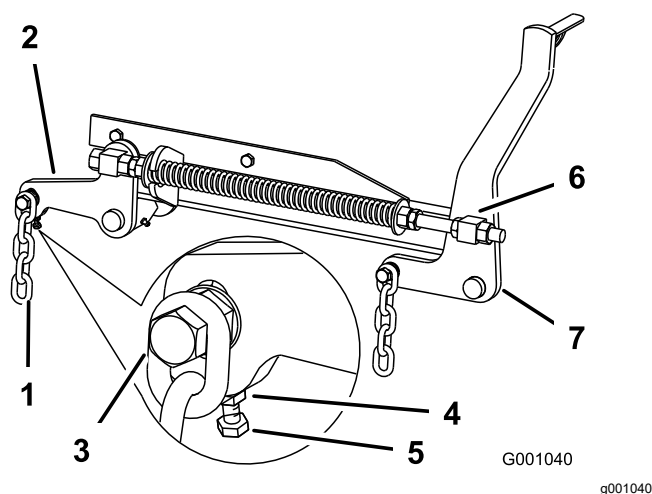

Figura 104
7. Se as medições nas posições **B** ou **C** não estiverem corretas, desaperte o parafuso que fixa a correia traseira ao braço de suporte traseiro (Figura 104).
- Desaperte a porca de retenção debaixo do braço de suporte traseiro e ajuste o parafuso de ajuste para obter uma medição de 80 a 83 mm; consulte Figura 104.
- Desaperte as porcas de retenção das articulações frontais, na dianteira das articulações direita e esquerda, aproximadamente 13 mm (Figura 104).
- Ajuste as porcas de elevação tanto no lado direito como esquerdo da máquina para obter 6 a 10 mm mais baixo na frente em **A** do que atrás em **B** (Figura 104).